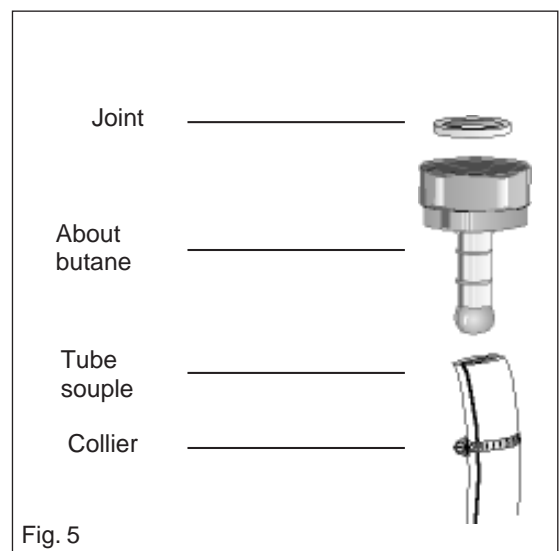

Fig. 5
- Veillez à l'enfoncer suffisamment et à le fixer avec un collier à chaque extrémité (figure 5).